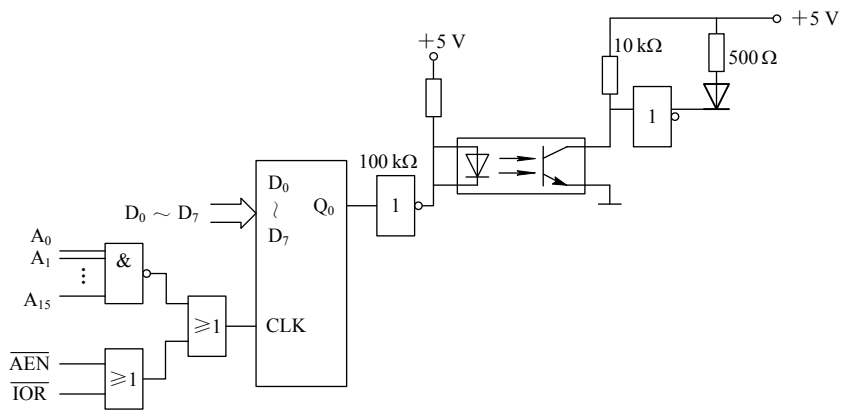

图 8.64 光电隔离器件显示状态
8.21 图 8.64 是利用光电隔离器件进行状态显示的电路，试指出图中的错误并加以改正。